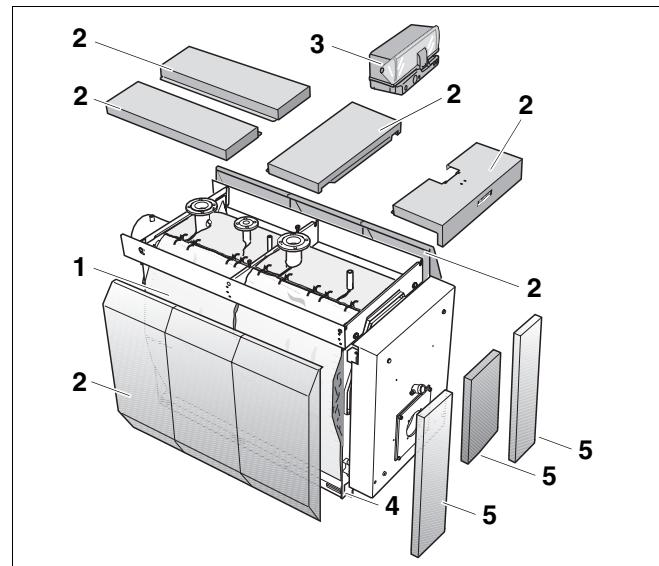

Рис. 1 Специальный отопительный котел Logano S735 на дизельном и газовом топливе
Основные составные части специального отопительного котла Logano S735 на дизельном и газовом топливе (рис. 1):
- Корпус котла (рис. 1, **поз. 4**) с горелкой. В блоке котла тепло, производимое горелкой, передается воде для отопления.
- Обшивка котла (рис. 1, **поз. 2**) и теплоизоляция (рис. 1, **поз. 1**). Обшивка котла и теплоизоляция снижают энергетические потери.
- Система управления (дополнительный заказ – рис. 1, **поз. 3**). Система управления служит для контроля и управления всеми электрическими компонентами специального отопительного котла Logano S735 на дизельном и газовом топливе.